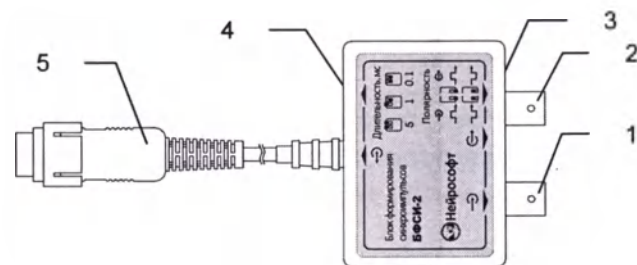

Рис. 1
1. Для подключения к «Нейро-МС/Д» (рис. 1).
«Нейро-МС/Д» (рис. 1).